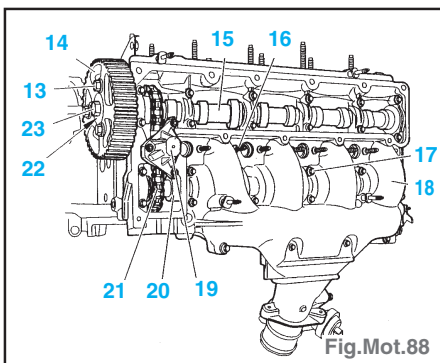

Fig.Mot.88
- le tube (12) et le raccord (10) de réaspiration sur culasse,
- la pompe à vide (11),
- le couvre-culasse (9),
- Desserrer (Fig.Mot.88) les 3 vis (13) et la vis (23).